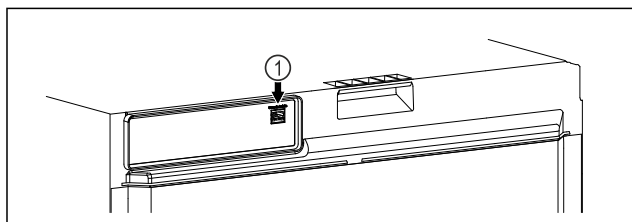

Fig. 101
- ❑ Założono SmartModule Fig. 101 (1).